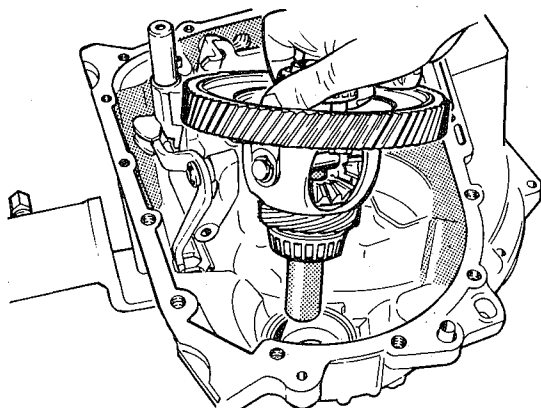

fig. 94
7. Instalar o conjunto do diferencial na carcaça, lado direito, observando que os respectivos rolamentos estejam completamente limpos e lubrificados com o óleo recomendado (fig. 94)